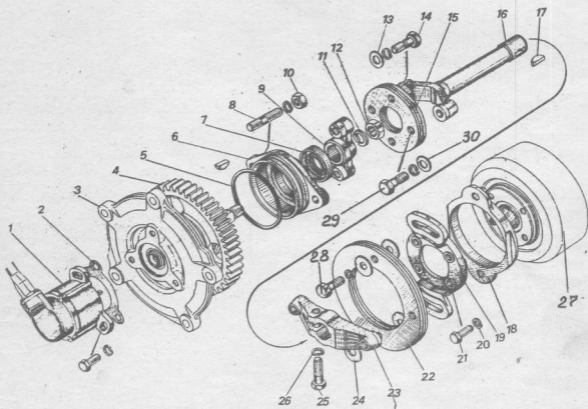

Рис. 21. Привод топливного насоса высокого давления:
66. Отвернуть болты 29 (Рис. 21) с пружинными и плоскими шайбами 30 крепления задних пластин 15 ведущей полумуфты к ведущей полумуфты 16 привода ТНВД. (Ключ гаечный кольцевой 17 мм).